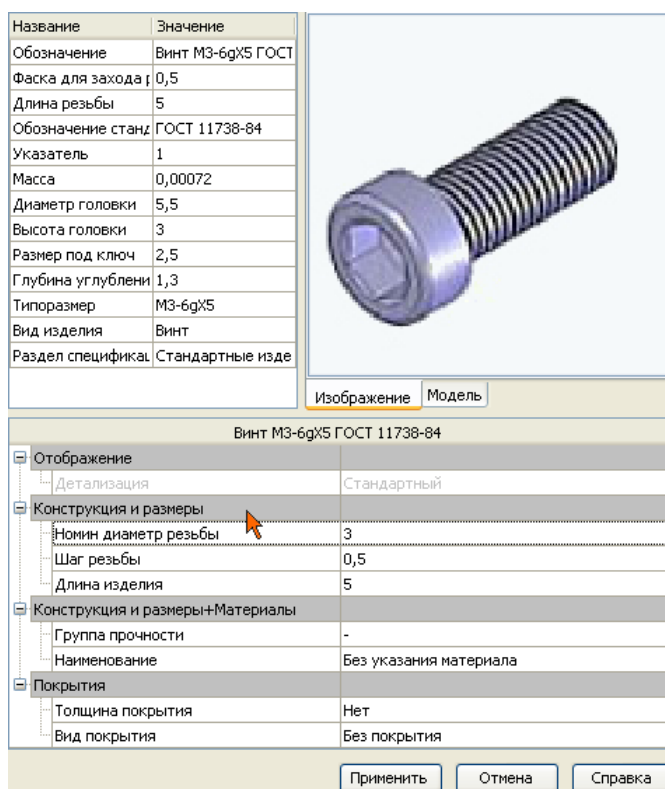

Рисунок 23.
- В Области свойств выполните двойной щелчок мышью в поле Конструкция и размеры (рис.23).